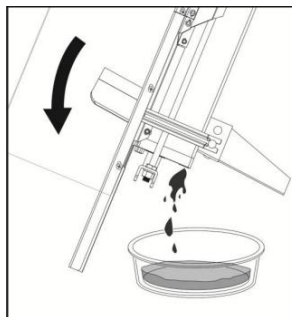

Fig. 11
3. Girare lo spaccalegna sul lato del supporto della gamba sopra un contenitore con capacità di 4 litri per drenare completamente l'olio idraulico (Fig. 11).